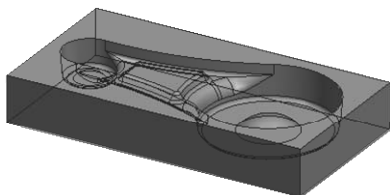

图 3-57 拾取的加工对象
1) 完成加工参数设置后,单击“确定”按钮,系统在界面的左下方提示“拾取加工对象”,单击轮廓拾取整个实体为加工对象,如图 3-57 所示。单击右键结束拾取。